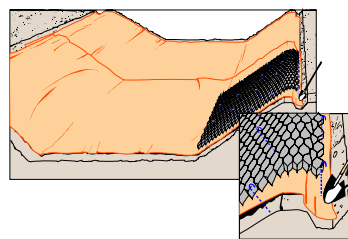

Figura 4 Colocación de la Sección de Geoweb®
- Estirar la sección de Geoweb® hacia abajo sobre los taludes laterales del canal hasta que alcancen la longitud especificada. Ver Figura 4.